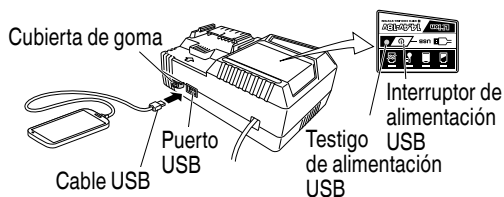

Fig. 13
- (2) Encienda el enchufe de alimentación USB (Fig. 13)
- (3) Conecte el cable USB. (Fig. 13)
- Apague el interruptor de alimentación USB y desenchufe el cable de alimentación de la toma de alimentación eléctrica. (Fig. 13)